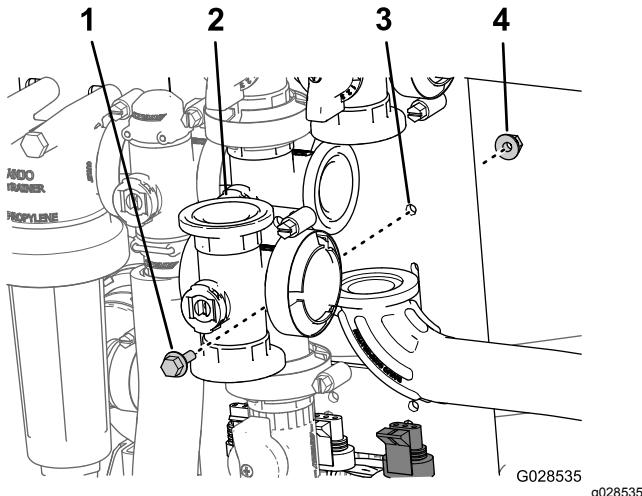

Figura 93
2. Rimuovete il bullone a testa flangiata e il dado di bloccaggio flangiato che fissano la valvola principale delle barre al supporto della valvola e rimuovete il collettore della valvola dalla macchina (Figura 93).